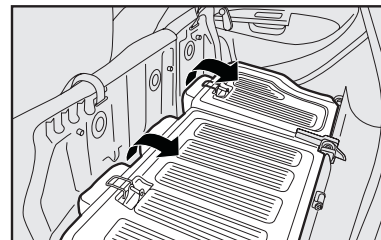

fig. 92
1) Empuje hacia atrás el asiento trasero completo **fig. 92**.